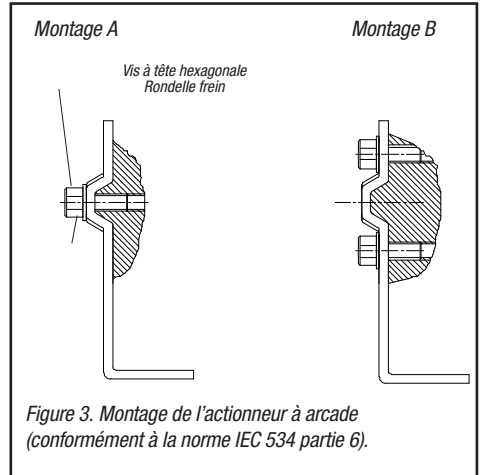

Figure 3. Montage de l'actionneur à arcade (conformément à la norme IEC 534 partie 6).
3. Desserrer la goupille du bras suiveur et la déplacer le long du bras suiveur jusqu'à ce que le repère de contrôle sur le pignon de retour (Figure 3) soit horizontal (pointe vers le centre du potentiomètre de retour). Fixer la goupille dans cette position.